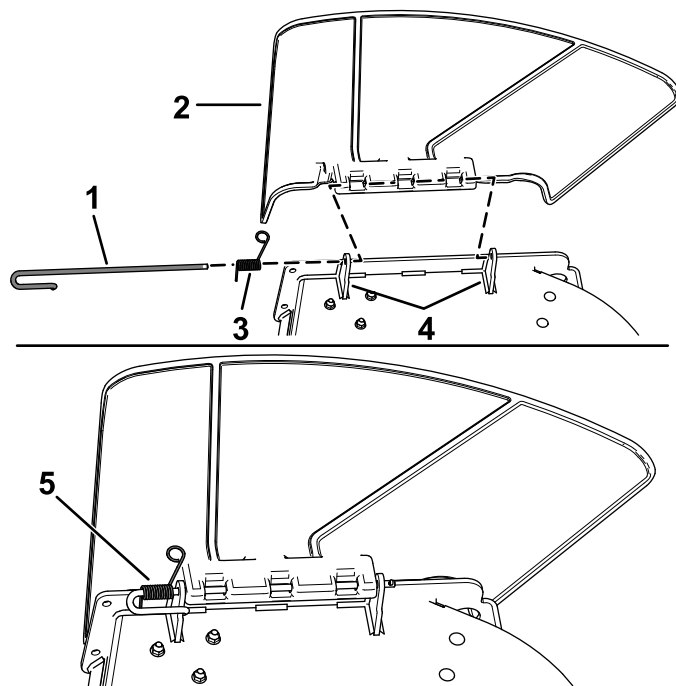

Figura 68
1. Desenganche el muelle de la muesca del soporte del deflector, y retire la varilla de los soportes soldados de carcasa, el muelle y el deflector de descarga (Figura 68).